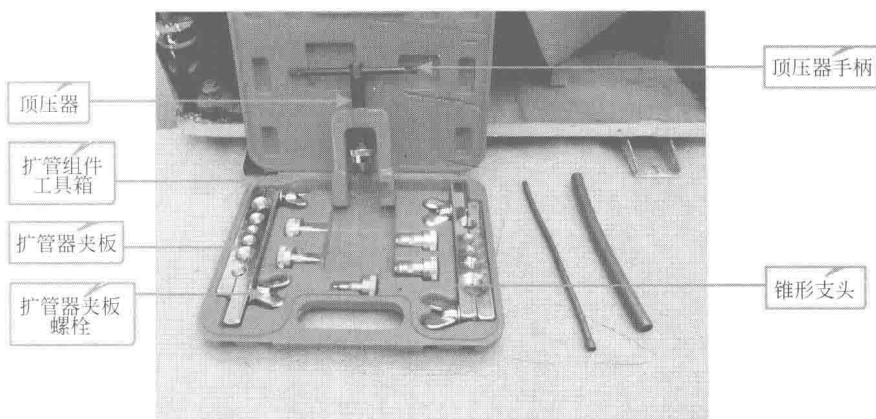

图 1-6 扩管组件的实物外形
(1) 认识扩管组件 扩管组件主要用于对空调器各种管路的管口进行扩口操作。图 1-6 所示为扩管组件的实物外形，可以看到扩管组件主要包括顶压器、顶压支头和夹板。